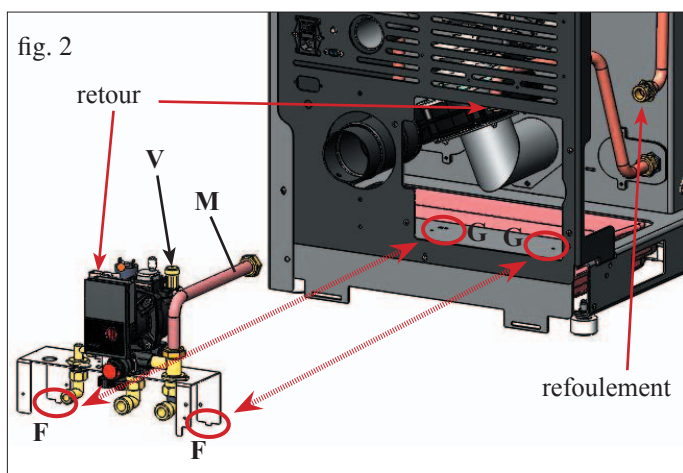

fig. 2
Raccorder le tuyau de refoulement de la chaudière au tuyau de refoulement (M) du kit hydraulique en interposant le joint 3/4" fourni et les visser entre eux avec soin (fig. 2).
Introduire le tuyau de retour de la chaudière dans le joint torique et l'accoupler au raccord sur le corps du circulateur présent sur le kit, en le fixant à l'aide d'un ressort adéquat (fig. 2).